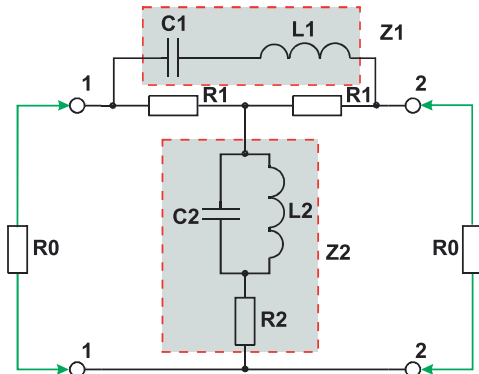
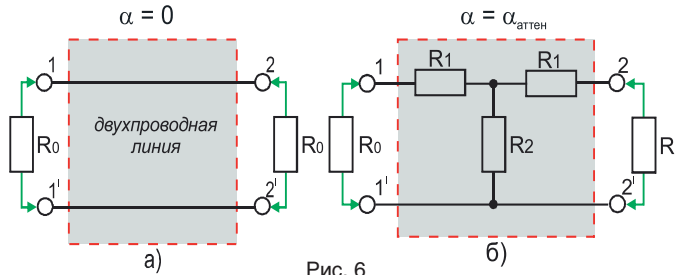

Рис. 5
Рис. 6
Схемотехнические особенности эквалайзера. В большинстве случаев кабельный эквалайзер представляет собой Т-образный частотно-зависимый аттенуатор постоянного входного сопротивления R_0 (рис. 5).
Из физического принципа построения эквалайзера (рис. 5) с учетом равенства (9) следует, что последовательный колебательный контур $L1C1$ и параллельный колебательный контур $L2C2$ настроены на верхнюю рабочую частоту $\omega_в$ и являются дуальными по отношению друг к другу. На верхней частоте $\omega_в$ эквалайзер эквивалентен двухпроводной линии передачи (рис. 6а), а на нулевой частоте ($\omega = 0$) — согласованному Т-образному аттенуатору (рис. 6б), элементы которого находятся через величину требуемого затухания на нулевой частоте α_0 :